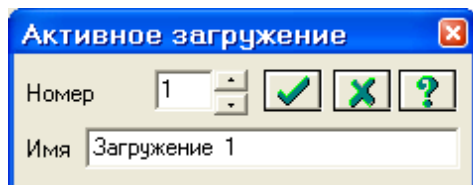

Рис.8.17. Диалоговое окно **Активное загрузке**
- Смените номер текущего загрузки, вызвав диалоговое окно **Активное загрузке** (рис.8.17) с помощью меню **Нагрузки** ⇒ **Выбор загрузки** (кнопка  на панели инструментов).